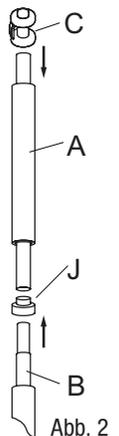

Abb. 2
Stecken Sie ein Zwischenstück (J) und den in SCHRITT 1 zusammengebauten Teil auf den unteren Rahmen. Wiederholen Sie das für alle Stangen. (Abb. 2)